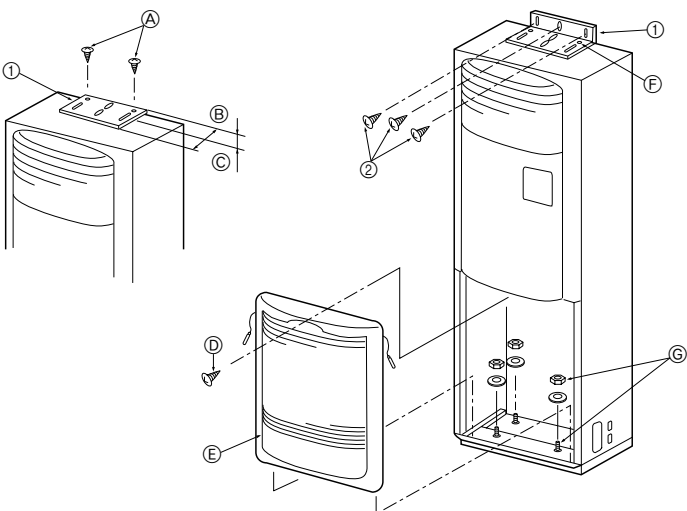

Fig. 3-2
3.2. Крепежный кронштейн для предотвращения опрокидывания прибора (Fig. 3-2)